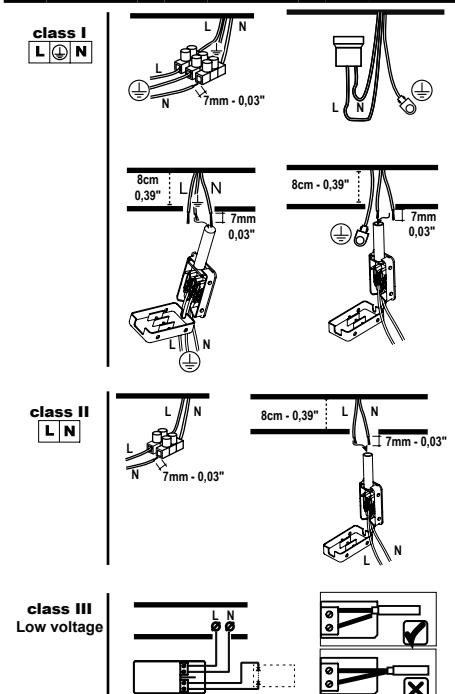

fig. 3 (図3)
黄色と緑色のアース線を図3のマークが付いているクリップ部に接続してください。
- 2 保護等級II：二重絶縁または強化絶縁されている(図3)